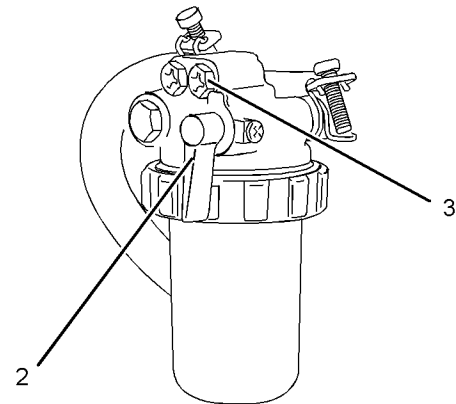
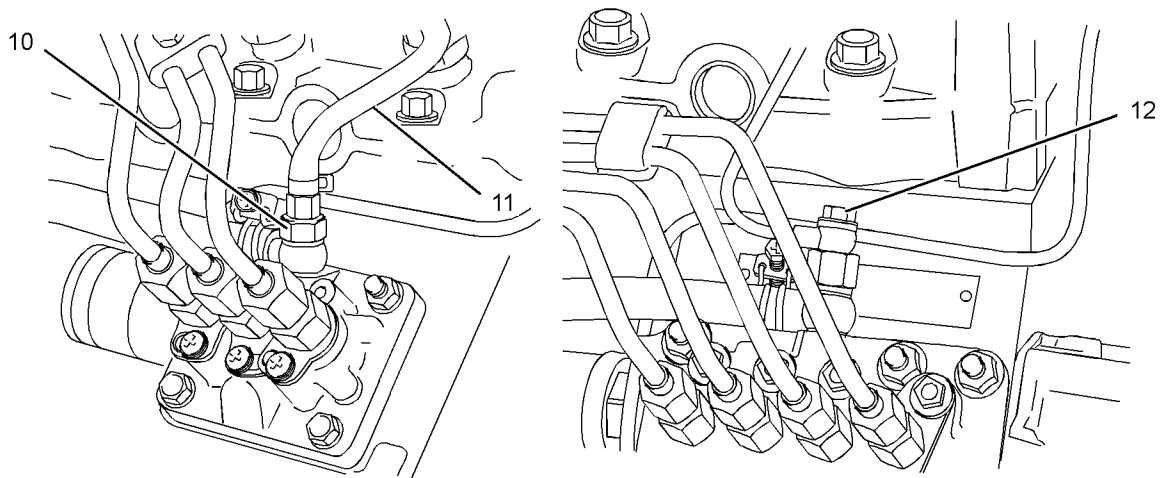

Ilustración 51
Ilustración 55
1. Asegúrese de que la válvula de combustible ( 2) para el filtro de combustible que tiene un elemento esté en la posición CONECTADA. Vea la ilustración 51 .
3. Opere la bomba de cebado manual (6). Cuando el combustible salga libre de aire por el orificio del tornillo de ventilación, apriete el tornillo de ventilación.
4. Afloje la conexión (10 ó 12) en la bomba de inyección de combustible. Vea la ilustración 55 .
**Nota:** Puede ser necesario quitar la tubería de retorno de combustible (11) para cebiar el sistema de combustible.
3. Opere la bomba de cebado en línea (7). Cuando el combustible salga libre de aire por el orificio del tornillo de ventilación, apriete el tornillo de ventilación.
3. Opere la bomba eléctrica de cebado (8). Cuando el combustible salga libre de aire por el orificio del tornillo de ventilación, apriete el tornillo de ventilación. Apague la bomba eléctrica de cebado.
3. Opere la bomba de transferencia de combustible (9). Cuando el combustible salga libre de aire por el orificio del tornillo de ventilación, apriete el tornillo de ventilación. Pare la bomba de transferencia de combustible.
- Nota:** Puede ser necesario quitar la tubería de retorno de combustible (11) para cebar el sistema de combustible.